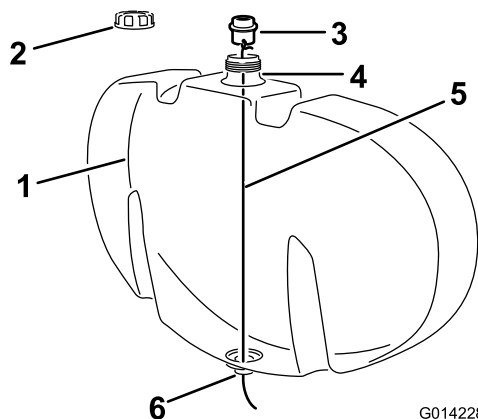

Bild 2
- B. Befestigen Sie einen Draht, der länger als die Höhe des Behälters ist, an einem der Befestigungsgabellöcher im Schott (Bild 2).
- C. Entfernen Sie die Deckel des Einfüllstutzens am Spülbehälter (Bild 2).
- D. Führen Sie den Draht durch die Öffnung im Behälterfüllloch und verlegen ihn durch das offene Loch unten am Behälter (Bild 2).